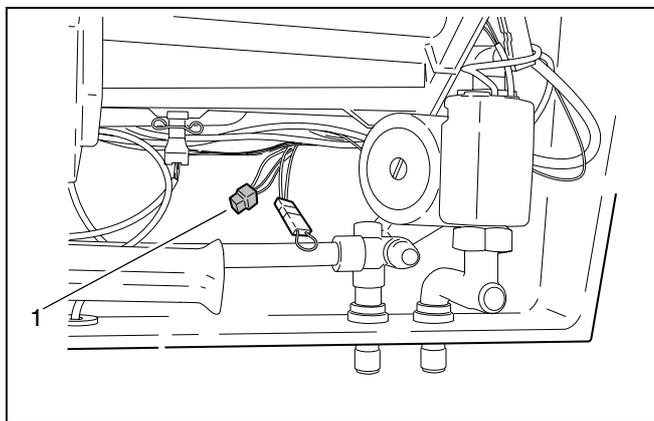

Fig. 12 Collegamento della valvola a tre vie di un riscaldatore acqua con accumulatore esterno
- In caso di valvola a tre vie con spina: Collegare il connettore a spina con la spina dell'accumulatore esterno (fig. 12, pos. 1).